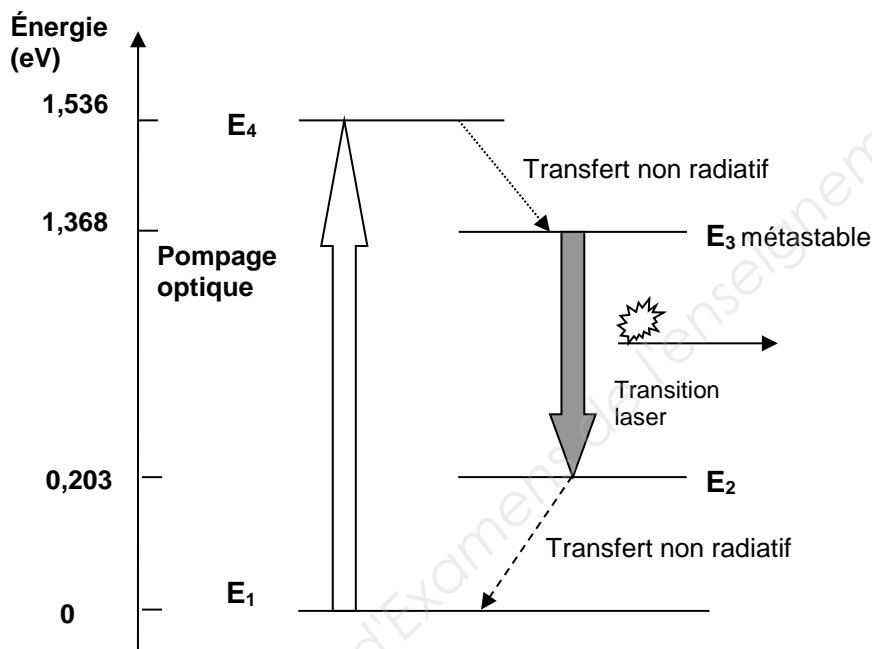

Figure 4 : mécanisme d'émission à quatre niveaux
- A.1 Le mécanisme d'émission de ce laser est un système à quatre niveaux (figure 4). Vérifier que la longueur d'onde de la radiation émise par le laser,  $\lambda_e$ , est bien celle donnée en annexe 1. Préciser le domaine d'appartenance de cette radiation.